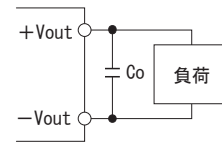

図3.12 出力側外付コンデンサ接続方法
- TUHSシリーズは基本的に出力側外付コンデンサは不要ですが、接続することでリップル電圧の低減や出力電圧変動を改善することができます。接続方法を図3.12に示します。